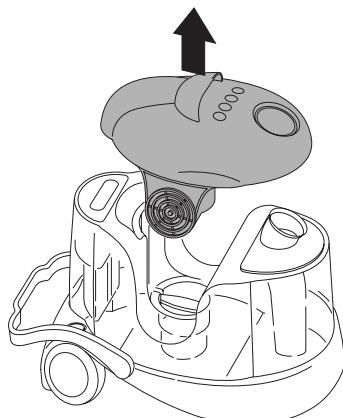

рис. 2
- Снимите головку двигателя F (рис. 2).